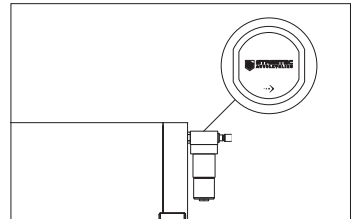

Abb. 1: Flussrichtung
1. Montieren sie den Wasserabscheider in der korrekten Flussrichtung. Der Pfeil auf dem Wasserabscheider zeigt die Durchflussrichtung an und muss vom Tank zum Ventilblock zeigen (Abb. 1). Wenn Sie sich dafür entscheiden, den Filter nicht direkt am Tank zu montieren, führen Sie den erforderlichen Schlauch vom Tank zum Wasserabscheider und den Schlauch vom Wasserabscheider mit den entsprechenden Anschlüssen zum Ventilblock.